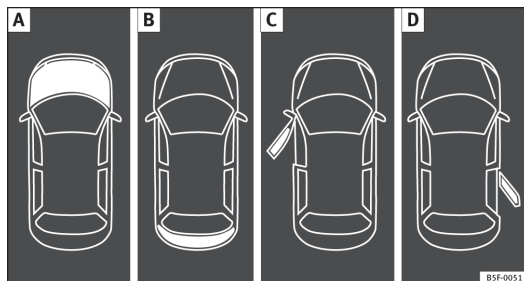

Abb. 39 A: Motorraumklappe geöffnet; B: Gepäckraumklappe geöffnet; C: Tür vorn links geöffnet; D: Tür hinten rechts geöffnet (nur bei viertürigen Fahrzeugen).
- Motorraumklappe, Gepäckraumklappe und Türen geöffnet ⇒ Abb. 39.